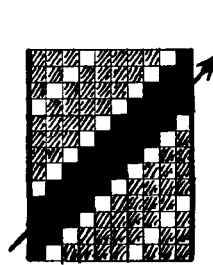
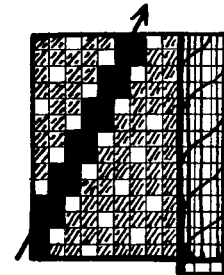
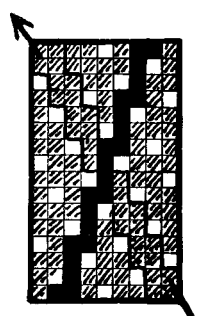

Abb. 1
Abb. 2
Abb. 3
3. Antwort auf Frage 742. Bei der Abbildung des 5bindigen Atlases bei Zanella und ähnlichen Stoffen muß darauf gesehen werden, daß der beabsichtigte Effekt — eine glatte, gedeckte Fläche, ohne auffällige Gratwirkung — voll und ganz erreicht wird. Es muß vorausgeschickt werden, daß man beim Atlas auch von einem Grat spricht, genau so, wie das beim Körper der Fall ist. In Abb. 1 sind einige Kettenfäden gezeichnet, die in fünfbindigen Kettenkörper, mit dem Grat nach rechts, binden. Jeder nach rechts folgende Kettenfaden rückt nur einen Schuß höher. Abb. 2 zeigt fünfbindigen Kettenatlas mit Rechtsgrat. Hier rückt jeder nach rechts folgende Faden um zwei Schuß höher —
es ist also die Steigungszahl „zwei“ verwendet. Wenn so verfahren wird, wie Abb. 3 zeigt, daß jeder nach rechts folgende Kettenfaden um 3 Schuß höher rückt, dann bildet sich der Kettengrat dieses Atlases nicht nach rechts, sondern nach links, so wie es an den schraffiert gezeichneten, eingerahmten Fäden zu sehen ist. Bei allen Atlasgeweben, die ein volles, gedecktes Aussehen haben sollen, bei denen also die Gratwirkung der Bindung im Stoff weniger auftreten soll, müssen die Garndrehung und der Grat in gleicher Richtung verlaufen. Abb. 2 zeigt die Garndrehung zu den Kettenatlas mit Rechtsgrat. Bei gezwirntem Kettengarn müßte der Bindungsgrat umgekehrt sein, so wie Abb. 3 zeigt.